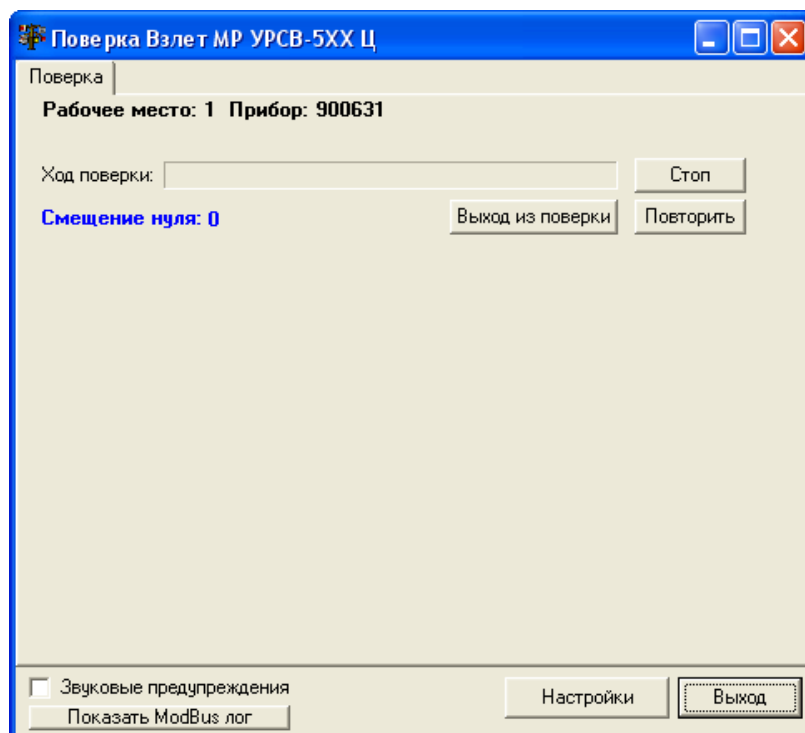

Рис.32. Вкладка начала поверки.
2.6.8. Если в приборе не установлен и не определён токовый выход, то на мониторе после прохождения 2.6.6 появится вкладка (рис.32):